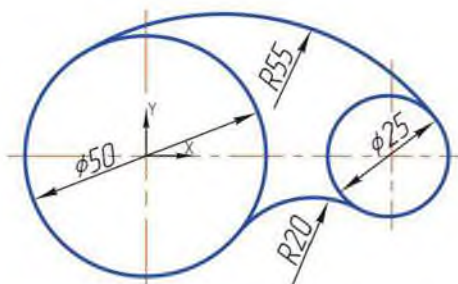

Рисунок 4.9 Сопряжения двух окружностей дугами заданного радиуса
2. Построение сопряжения двух окружностей дугами заданного радиуса. К двум окружностям диаметром 50 мм и 25 мм требуется построить сопряжение дугами радиусом 55 мм и 20 мм (рисунок 4.9).